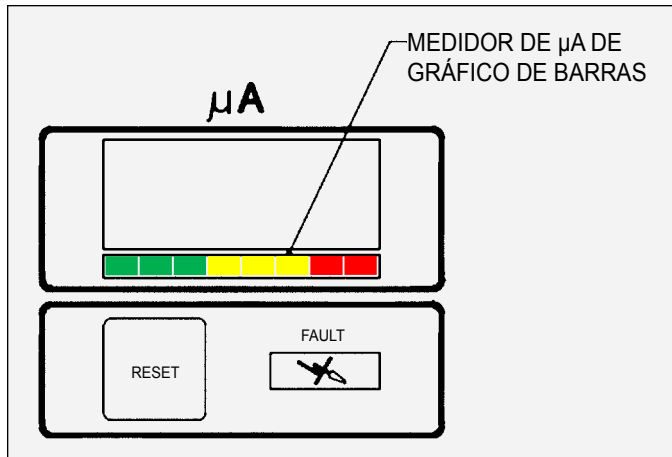

Figura 16: Visualizador de medidor de µA de gráfico de barras
El punto de ajuste de kV se muestra en el visualizador de kV; el consumo de corriente real, en el visualizador de μA , y la luz de alta tensión se ilumina. Debajo del visualizador de μA , hay un medidor de gráfico de barras que se ilumina según el consumo de corriente real como se muestra en la Figura 16. Las regiones verde y amarilla del medidor de gráfico de barras indican que la corriente de salida está en el rango óptimo para la máxima eficiencia de transferencia. La región roja del gráfico de barras indica una corriente de salida elevada que disminuye la eficiencia de transferencia. En caso de salida elevada, controle el mantenimiento del aplicador y del equipo externo de la fuente de alimentación.
20 kV y kV total con los botones + y - del panel delantero del Controlador 9060 que se muestran en la Figura 16. Presionar los botones + o - una sola vez aumentará o disminuirá la preconfiguración actualmente seleccionada en intervalos de 1. Al mantener los botones + o - presionados por más de medio segundo, el visualizador de kV comenzará a incrementar o disminuir en intervalos de cinco (5).